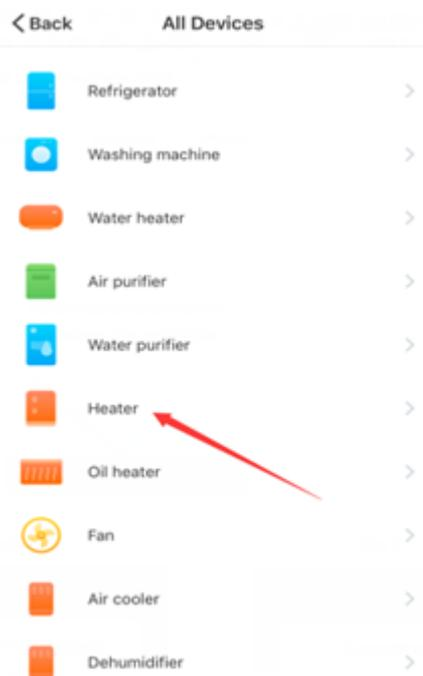

Figura 5
- Inserire la password della rete WIFI e quindi confermare, come mostrato nella figura 5